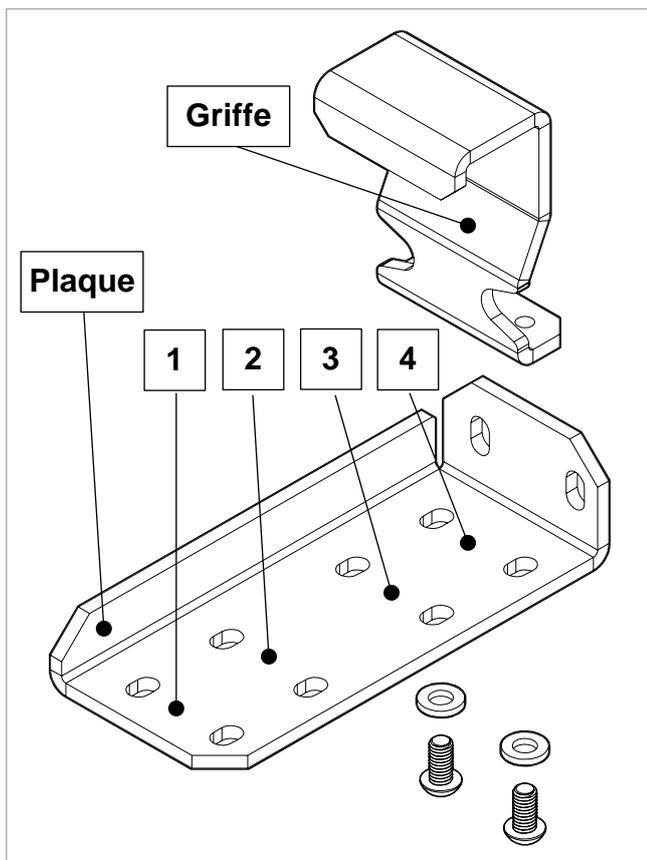

Figure 9.2
3. Le support central du panneau latéral est illustré ci-dessous en Figure 9.2. La griffe peut être montée sur la plaque dans l'une des quatre positions, selon la configuration du lit :